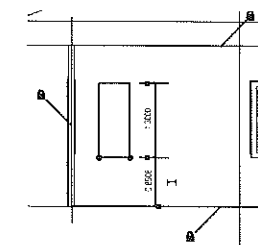

Figura 5.99 – Alteração da abertura gerada no modelo.
7. Com as ferramentas do painel **Desenhar** você pode criar aberturas em qualquer formato nas paredes. As medidas da abertura são editáveis com as cotas temporárias. Se a abertura já estiver criada e quiser alterá-la, selecione a parede e repita o processo anterior; as cotas são exibidas ao selecionar a parede, Figura 5.99.